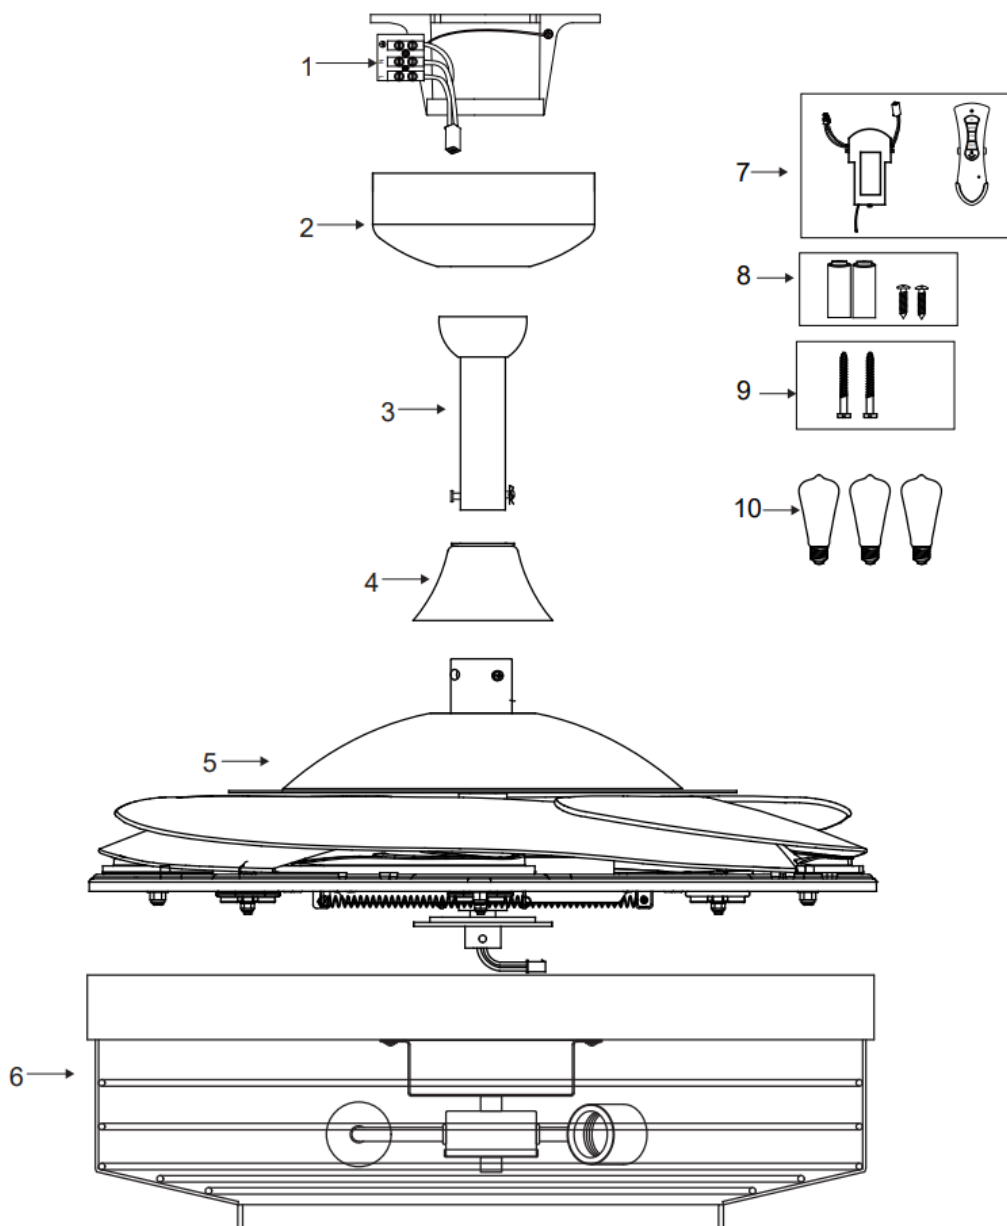

Abb. 1
- Überprüfen Sie alle Teile. Sie sollten die folgende Liste und Abb. 1 beachten: